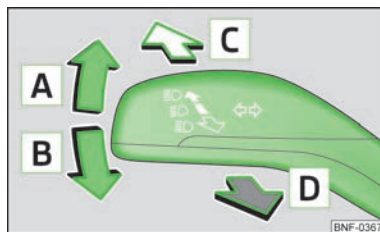

Fig. 24
➤ Tryk fjernlysarmen fremad for at tænde fjernlyset » Fig. 24.
- Tryk armen opad **A** » Fig. 24 eller nedad **B**.
- Tryk armen fremad i pilens retning **C** » Fig. 24.
- Træk armen mod rattet (fjedret position) i pilens retning **D** » Fig. 24 – fjernlyset og kontrollampen i kombiinstrumentet lyser.